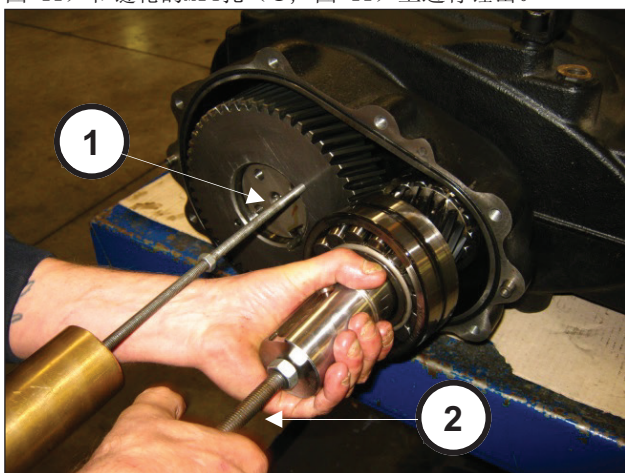

图 11
要拆除链轮+冠齿轮总成，必须在冠齿轮的2个M8孔（①，图 11）和链轮的M14孔（②，图 11）上进行锤击。